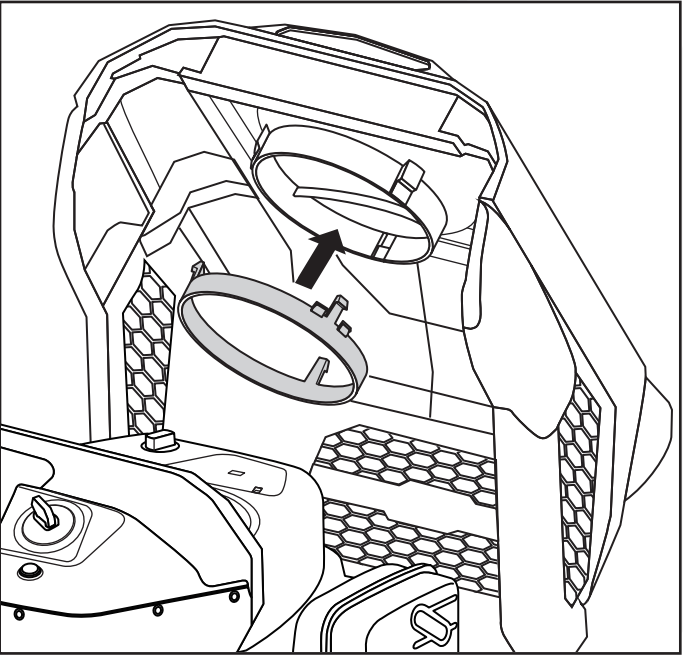

Fig. 3
1. Abra la cubierta del motor e instale el anillo del conducto de aire en el interior de la cubierta del motor. (Fig. 3)